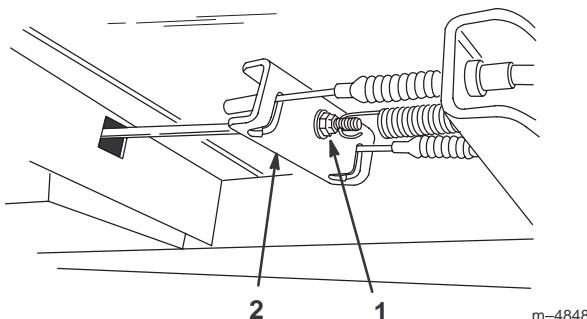

Bild 32
3. Ziehen Sie die Einstellschraube des Bowdenzugs fest, die sich unter der Bodenplatte befindet, bis die Züge im Bremsausgleich fest sind (Bild 32). Ziehen Sie die Schraube nicht zu fest. Das Bremspedal muss ein gewisses Spiel aufweisen, bevor die Backen beißen.